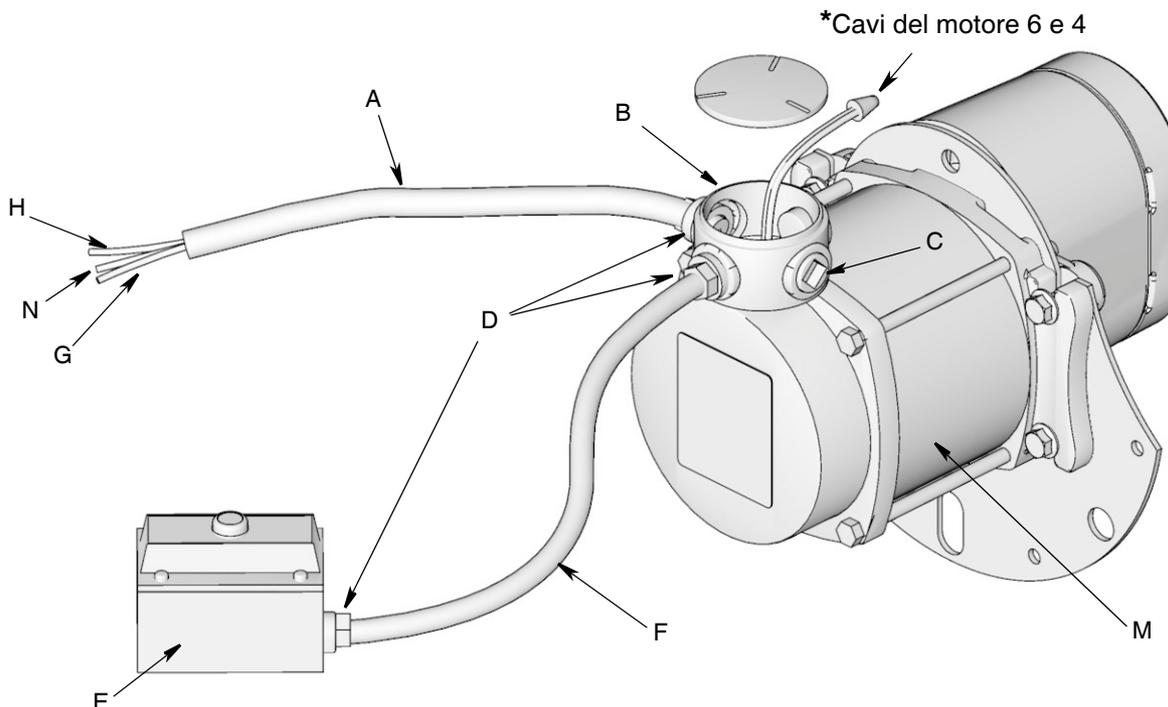
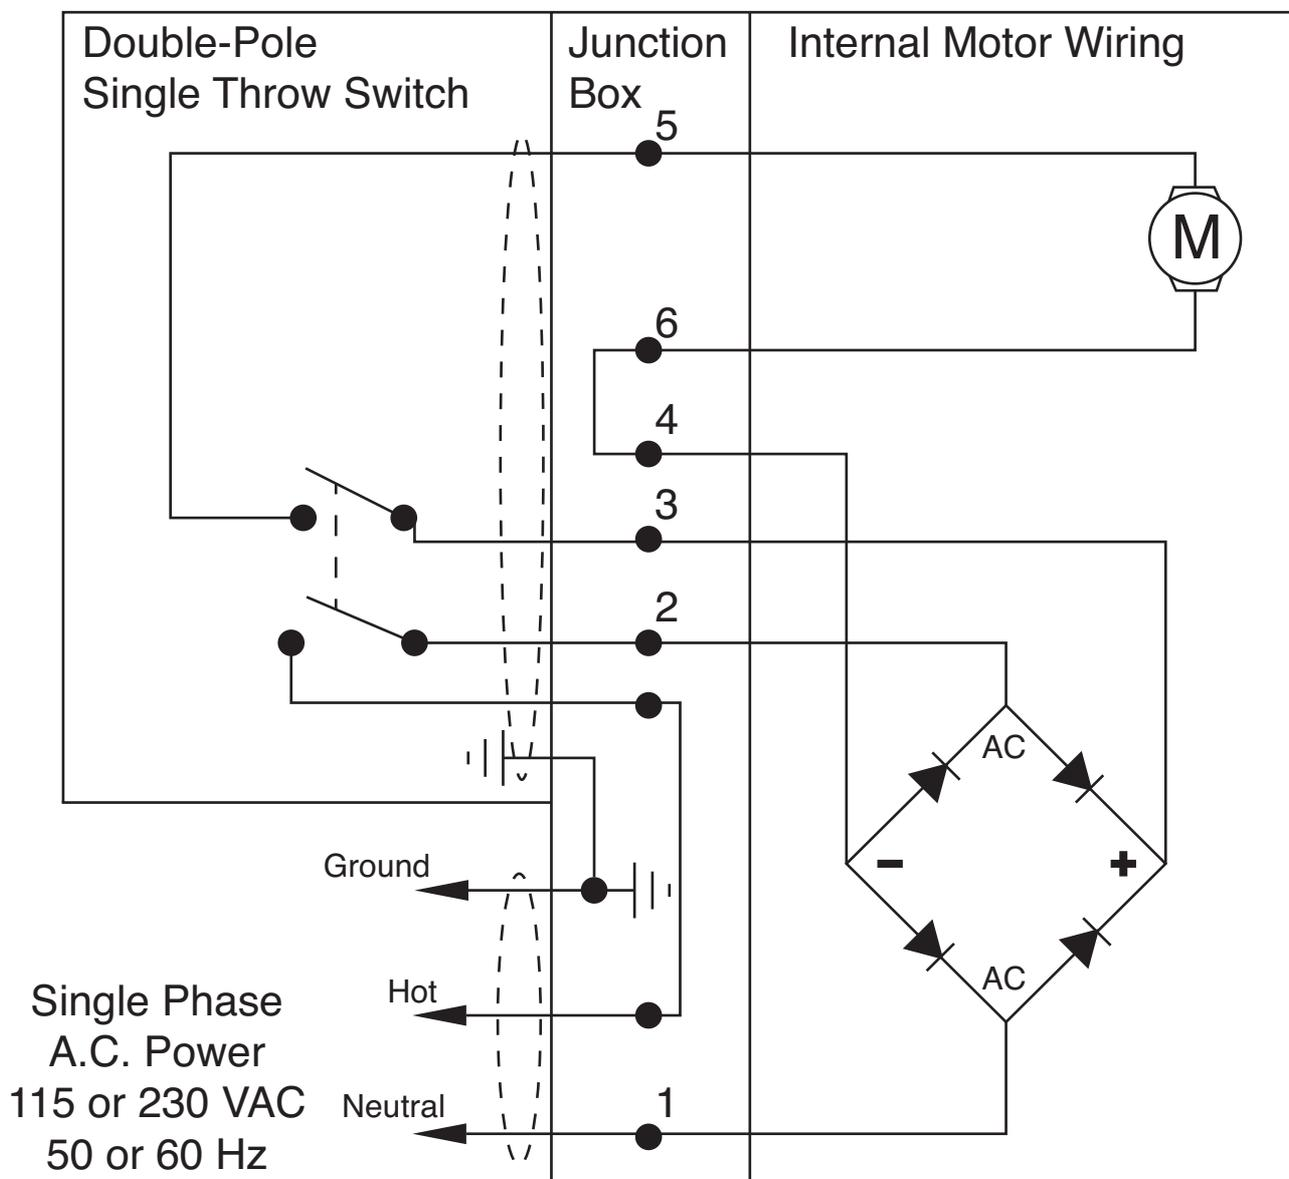

FIG. 10
FIG. 11
Fare riferimento al diagramma di cablaggio in FIG. 10 e allo schema cablaggio in FIG. 11.
- c. Applicare uno strato sottile di grasso sull'anello di tenuta (18).
- d. Installare l'uscita (17) sulla bobina.
- e. Reinstallare i bulloni (19). Serrare saldamente i quattro bulloni. Serrare i bulloni a 32,54-40,67 N.m (24-30 piedi-lb).
- Motori elettrici - Modelli CA: invertire i cavi 5 e 6 (FIG. 11, pagina 22).